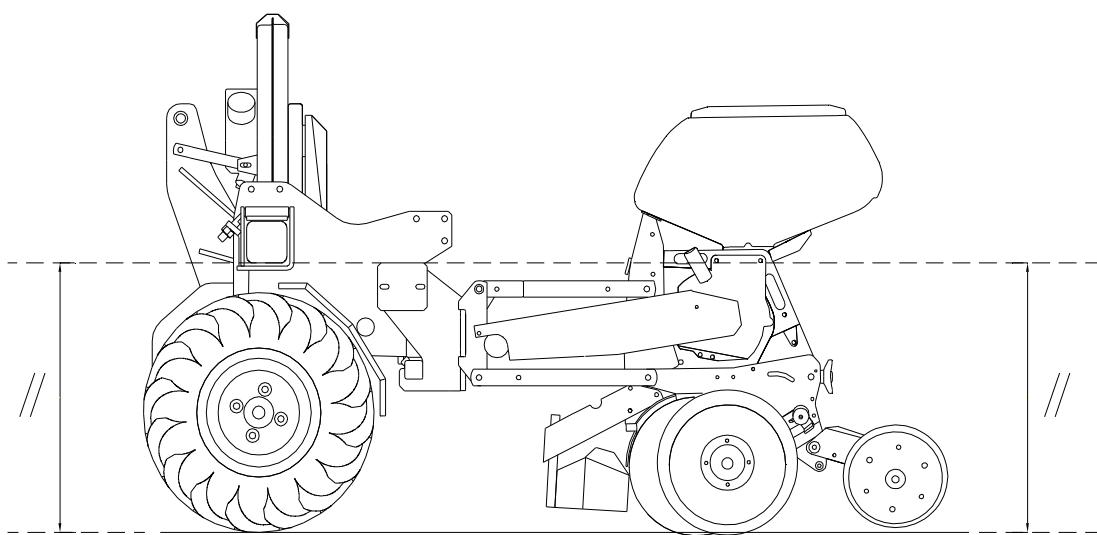

Fig. 4
- Aplof : ajuster la longueur du tirant 3^{ème} point pour que, semoir posé au sol, la face supérieure du tube de châssis soit parallèle au sol (fig. 4).